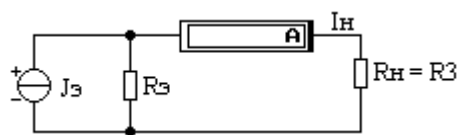

Рисунок 4
7. Для определения тока I_3 в схеме (рисунок 1) **методом эквивалентного генератора** тока собрать схему электрической цепи (рисунок 4).